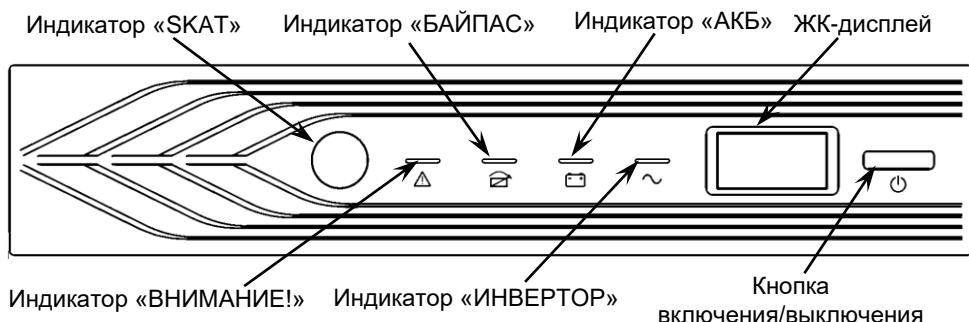

Рисунок 1 — Общий вид передней панели изделия
**Изделие выполнено** в металлическом корпусе с перфорированной пластиковой передней панелью, на которой расположены кнопка включения/выключения, ЖК-дисплей и светодиодные индикаторы (см. рисунок 1 приложение 4).